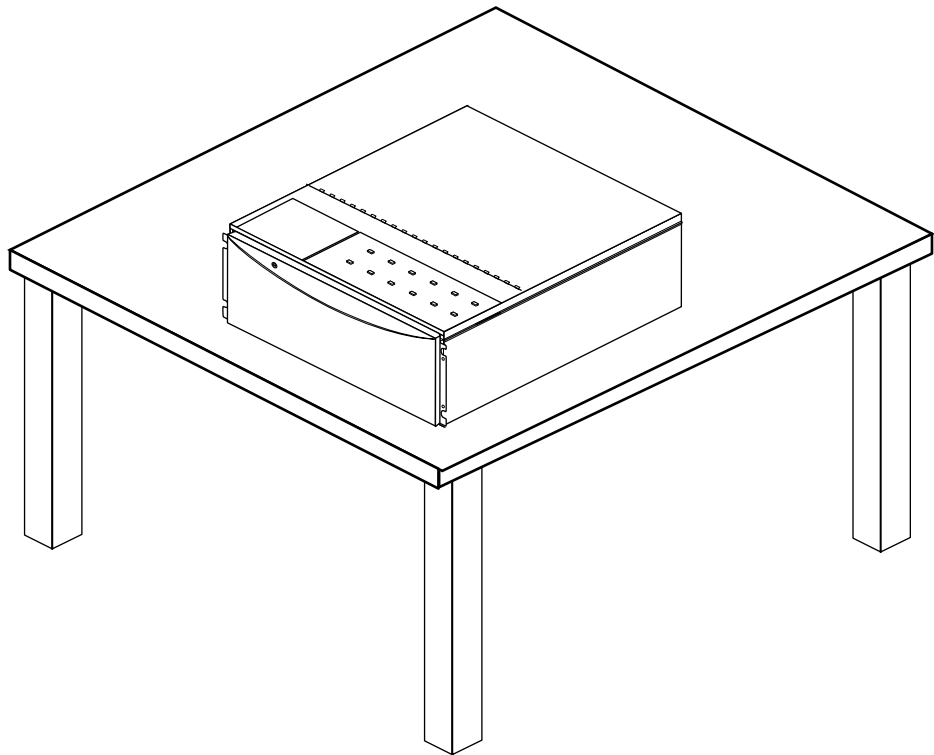

Figure 3-1 Positionnement de l'Origin200 sur une surface de travail
- Veillez à ce que le système repose bien à plat sur la surface de travail, comme illustré à la Figure 3-1.